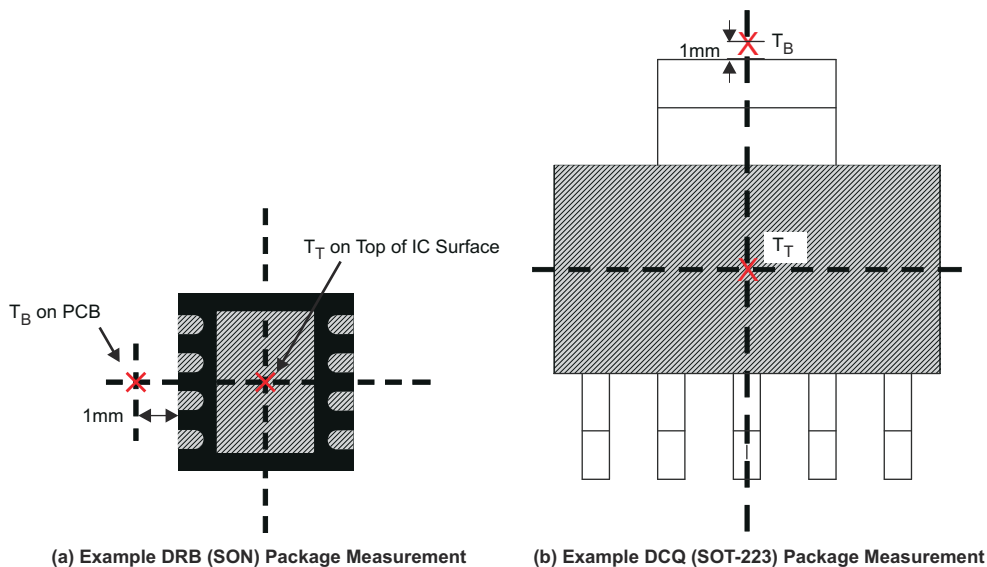

图 7-8. T_T 和 T_B 的测量点
- T_B 是在 PCB 表面距器件封装 1mm 测得的 PCB 温度 (请参阅图 7-8)